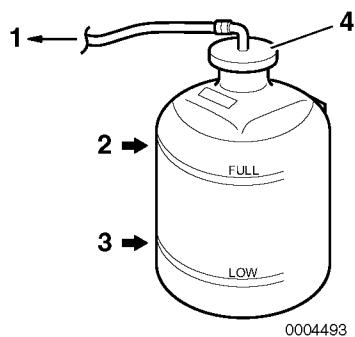

Figura 12
6. Verifique o nível de líquido de refrigeração no reservatório. O nível deve estar na marca FULL (Cheio) (**Figura 12, (2)**).
7. Remova o tampão do reservatório (**Figura 12, (4)**) para adicionar líquido de refrigeração se necessário. Não adicione água.
9. Verifique a mangueira de borracha (**Figura 12, (1)**) que liga o reservatório ao depósito do líquido de refrigeração / permutador de calor. Substitua, se estiver danificado.